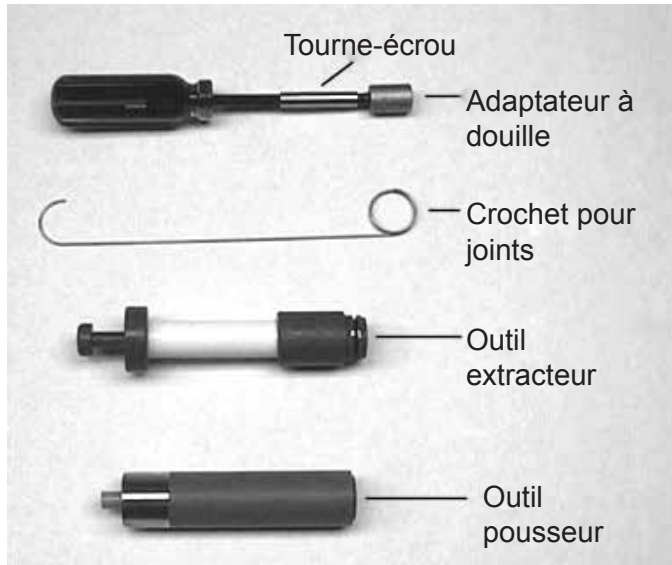

Figure 5
11. Pour remplacer les joints, les entretoises et la bague d'extrémité, utilisez l'outil spécial avec le manchon en laiton sur une extrémité. Cet outil a un double emploi (voir la Figure 5). L'extrémité mâle sert d'axe pour tenir les entretoises lorsqu'elles sont poussées dans le corps de la vanne, et l'extrémité femelle sert à insérer les joints dans le corps de la vanne.